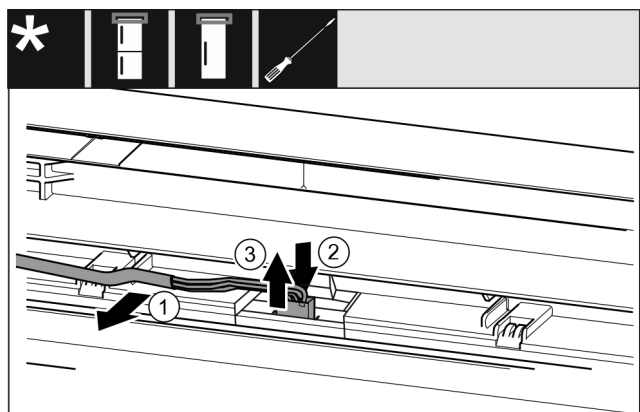

Fig. 9 Kombinált hűtő-fagyasztókészülékek / fagyasztókészülékek / hűtőkészülékek
- ▶ Óvatosan vegye ki a kábelt Fig. 9 (1) az ajtóban lévő vezetősínből.
- ▶ Nyomja hátra a dugó alatti fedőlemezt Fig. 9 (2).
- ▶ Óvatosan húzza ki felfelé a dugót Fig. 9 (3).